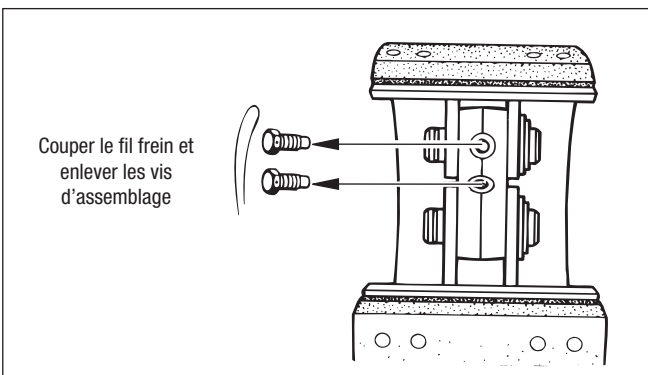

Figure 24 – Dépose des vis d'assemblage
4. Pour pouvoir retirer l'axe de segment, couper le fil frein, puis enlever les vis d'assemblage du porte-segment. Cf. Figure 24.